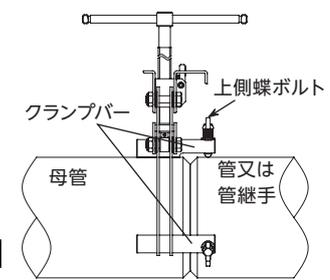

図6
- 7** 溶接する管又は管継手(エルボ・フランジ等)をクランプバーに差し込み、上側蝶ボルトを締め込み管又は管継手を固定する。(図6)